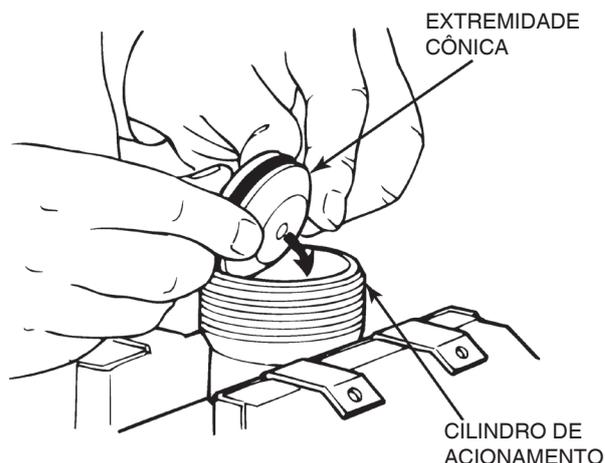

Figura 6.19
6. Instale o pistão conjunto com o anel em "O" dentro do cilindro de acionamento sendo que o lado chanfrado deverá estar voltado para o fundo do cilindro. Empurre o pistão até que este esteja no fundo do cilindro. Figura 6.19.